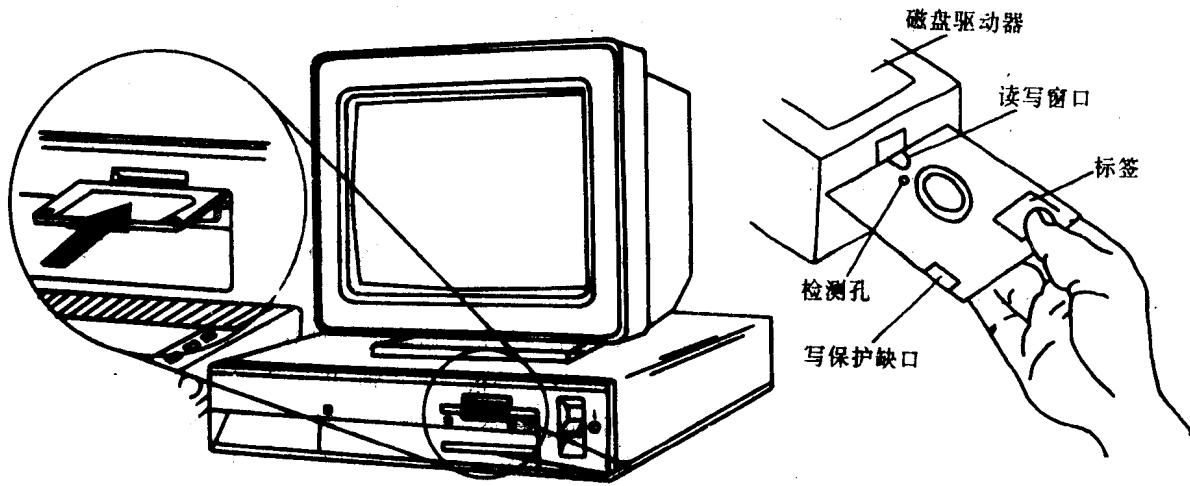

图 2-3-1 将软盘插入驱动器
- (1) 不能用手触摸软盘读写孔和检测孔所暴露出来的磁盘部分。
- (2) 放置软盘应注意防尘、防磁、防震、防霉、防晒、防高温(宜在 50℃ 以下)。
- (3) 软盘应竖放,不宜平放,更不宜堆摞起来。
- (4) 不要用钢笔或圆珠笔直接在软盘上写字。
- (5) 携带软盘外出时,要放在软盘夹或盒内,以防折坏。
- (6) 在驱动器的运行指示灯发光时,严禁拔出或插入软盘。
- (7) 定期用高质量的清洗盘来清洗驱动器的磁头,以确保正常使用。
- (8) 将软盘插入驱动器时,不可用力过猛。将软盘插入驱动器的方法如图 2-3-1 所示。